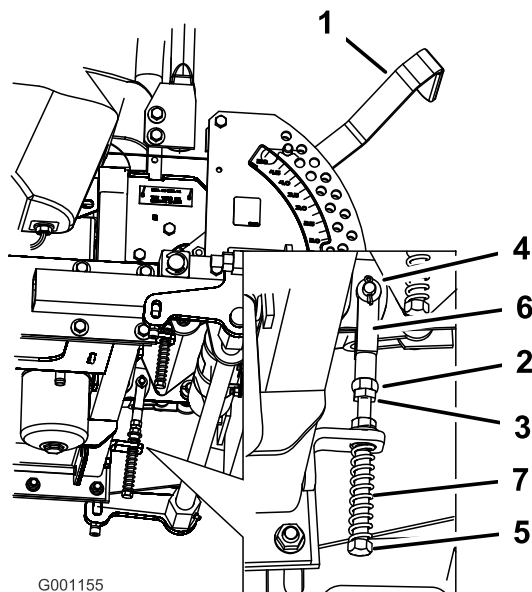

Рисунок 96
8. Если требуется регулировка, ослабьте гайку и контргайку, прижимающую рычаг к вилке (Рисунок 96).
9. Слегка надавите на рычаг управления движением назад, поворачивайте головку регулировочного болта в соответствующем направлении, пока рычаг управления не окажется в центре в НЕЙТРАЛЬНОМ ФИКСИРОВАННОМ положении (Рисунок 96).
10. Затяните гайку и контргайку (Рисунок 96).